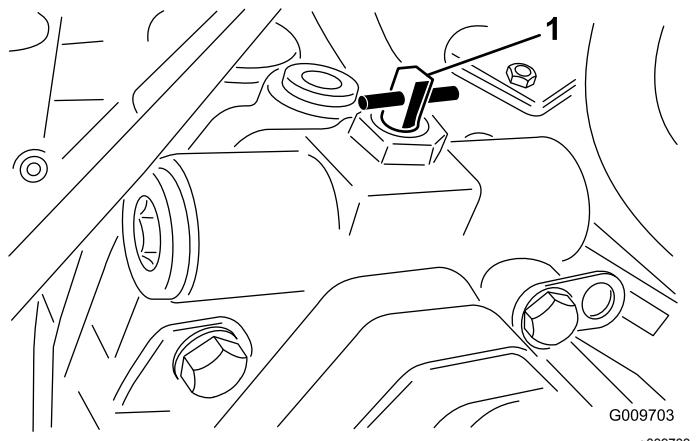

Bild 40
| 3. Drehen Sie das Sicherheitsventil um eineVierteldrehung nach rechts oder links, um es zuöffnen und das Öl intern umzuleiten (Bild 40). |                              |
2. Drehen Sie das Sicherheitsventil um eine Vierteldrehung nach rechts oder links, um es zu öffnen und das Öl intern umzuleiten (Bild 40).